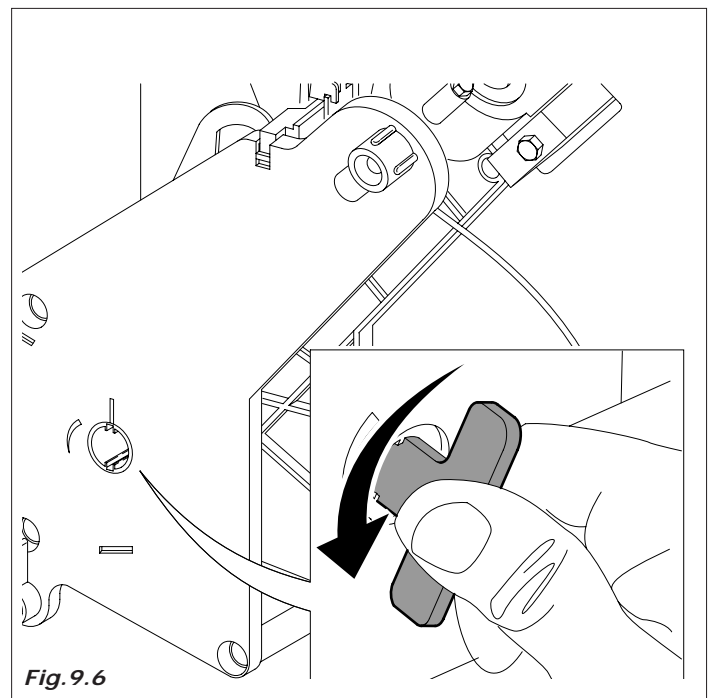

Fig. 9.6
- limpar os resíduos de pó de café do grupo, é possível extrair o grupo café para facilitar o trabalho (Fig. 9.6)